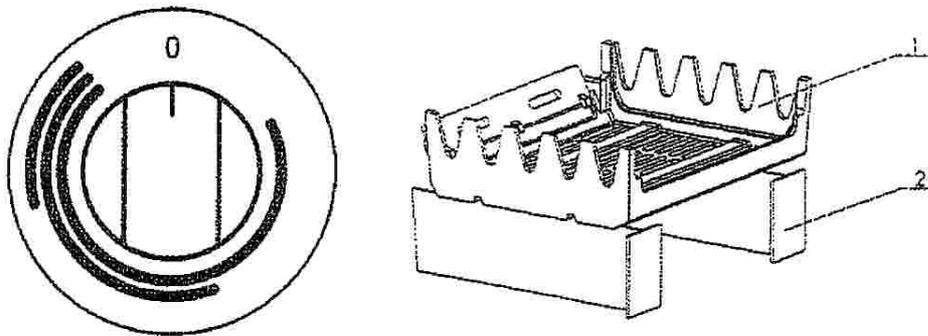

figura 9
Elegir el modo de verano se lleva a cabo mediante el aumento rejilla (figura 9,pos1), en las condiciones frías en el soporte inferior de la parilla (figura 9,pos2), que vino con la cocina.